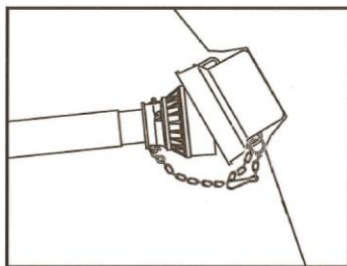

Рис. 31. Защитная воронка, зафиксированная удерживающей цепочкой
- Зафиксируйте защитную воронку удерживающей цепочкой (Рис. 31).